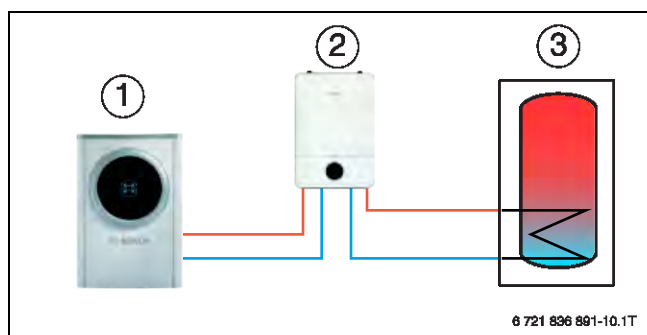

Bild 132 Thermische Speicherung bei Hydrauliken mit Warmwasserspeicher ohne Pufferspeicher
- Thermische Speicherung in den Warmwasserspeicher (→ Bild 132):